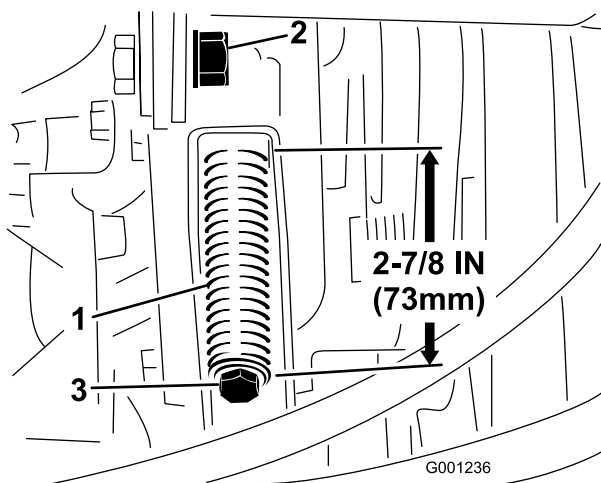

Figura 65
3. Desaperte a porca de bloqueio da barra tensora (Figura 65).
- Utilize uma chave de porcas com uma abertura de 1/2 pol. para apertar ou desapertar a mola tensora (Figura 65). Ajuste a mola de modo a ficar com um comprimento de 273 mm.
- Desaperte a porca de bloqueio da barra tensora (Figura 65).
- Utilizando uma chave de porcas com uma abertura de 1/2 pol., desaperte até ao fim a mola tensora da correia (Figura 65).
- Instale a nova correia da tomada de força e ajuste a tensão da mola da polia para 73 mm (Figura 65).
- Apertar a porca de bloqueio (Figura 65) e feche o capot.